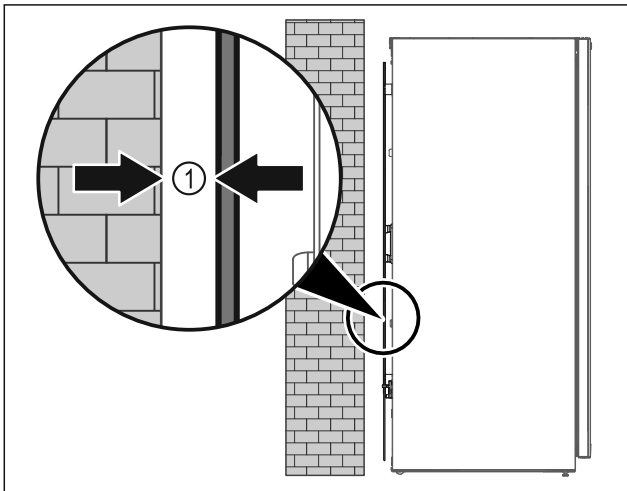

Fig. 7
▶ Placer l'appareil soit librement dans la pièce, soit directement contre un mur en respectant une distance minimale de 5 mm Fig. 7 (1).